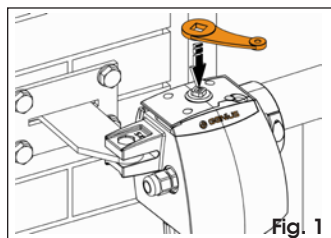

Fig. 1
2. Inserire la chiave di manovra sull'apposita sede posizionata nella parte superiore dell'operatore (Fig. 1).